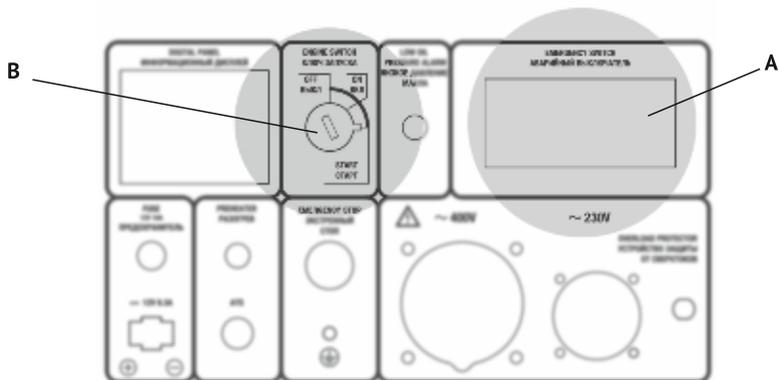

Рис. 9
- Установить ключ в положение ВКЛ (рис.9, **B**).
- Установите автомат защиты (аварийный выключатель) в положение ВЫКЛ (рис.9, А).
- Поверните ключ в положение ВЫКЛ (рис.9, В).